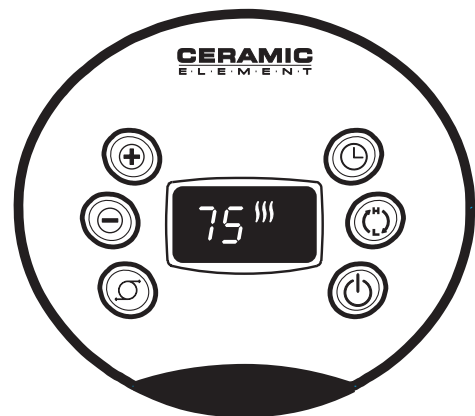

Figura 1
3. Cuando el Calefactor se conecte por primera vez, se oirá un “bip” y la **Luz de Encendido** se encenderá indicando que hay electricidad en la unidad. La **Luz de Encendido** permanecerá encendida hasta que el Calefactor sea desconectado del tomacorriente eléctrico. (Figura 1)
6. Al encender el Calefactor, la unidad estará en calor ALTO (III) (1500 vatios) y mostrará la temperatura actual de la habitación (Figura 1)